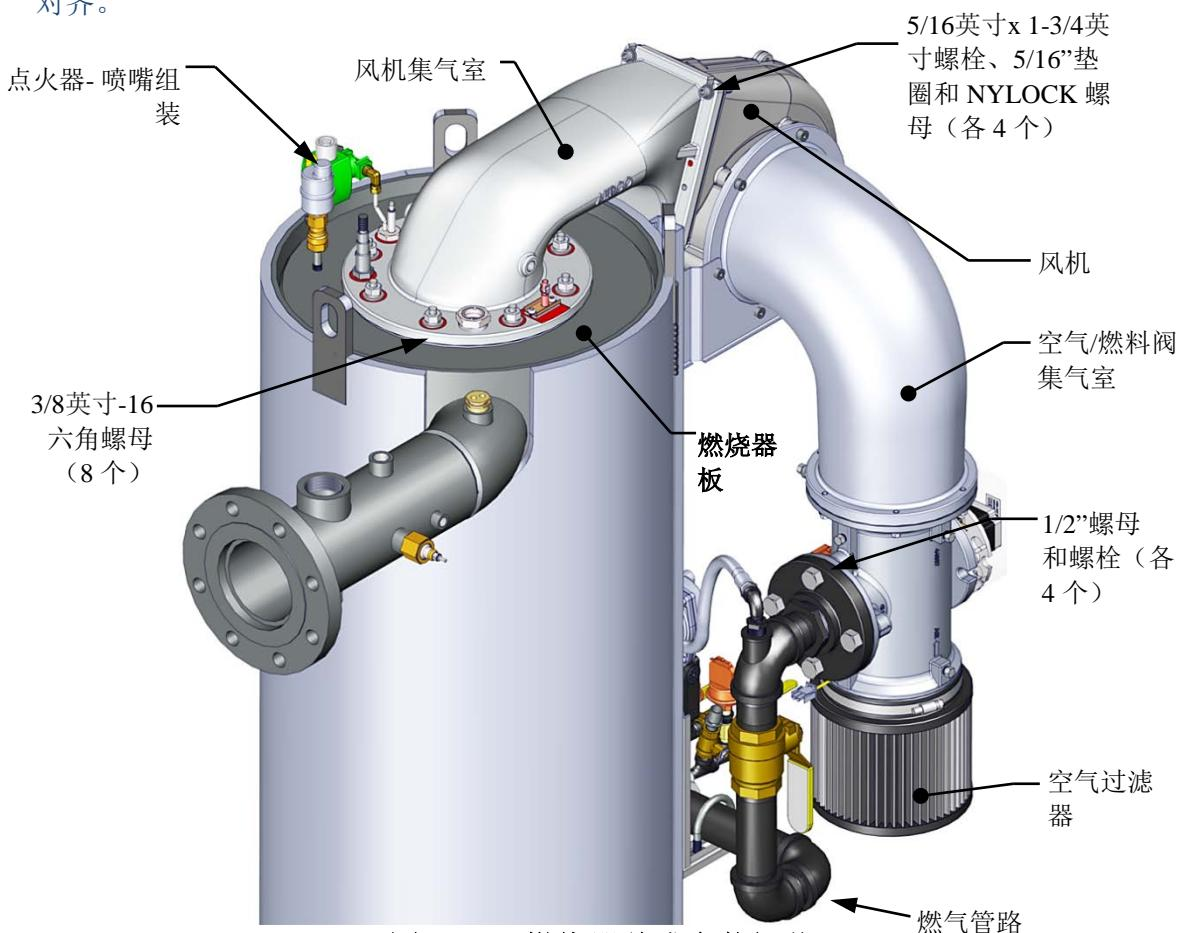

图 7-4a：燃烧器总成安装细节
9. 从与风机相连的风机集气室松开并取下四个 5/16x1-3/4 英寸螺栓、垫圈和螺母（参见图 7-4a 和 7-4b）。
11. 使用 9/16 英寸扳手，拆下用于将风机集气室连到燃烧器上的八(8) 个 3/8-16 螺母（参见图 7-4a 和 7-4b）。